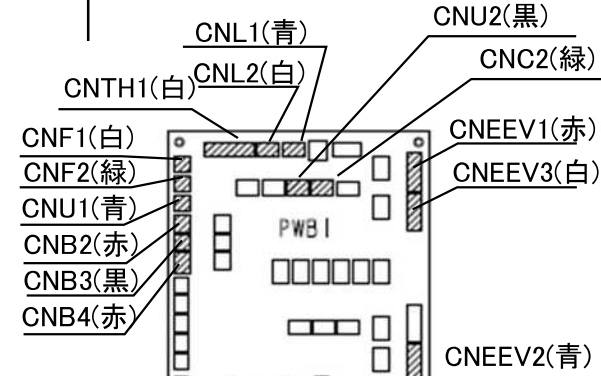

図2-1.制御基板コネクタ(PWB1)
①図2-1、図2-2を参照しコネクタを外してください。
②結束バンドを切断してください。
③リユースバンドを外してください。
④グロメットから配線を引き抜いてください。
⑤コントロールボックス下部のスナップバンドを板金から外してください。